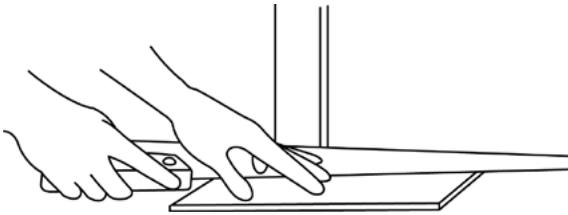

Figure 4
- Découpez un espace sous les chambranles et les montants de porte. Retirez tous les quarts de rond, plinthes ou seuils de porte. Ces articles peuvent être remplacés après l'installation. Un espace doit être découpé sous tous les montants et chambranles de porte pour éviter les coupes entaillées difficiles (**Figure 4**).